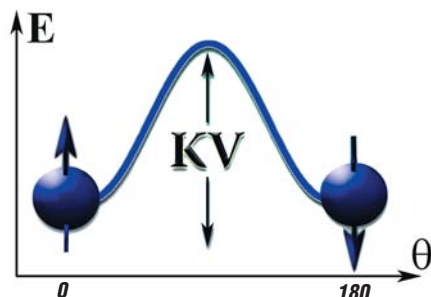
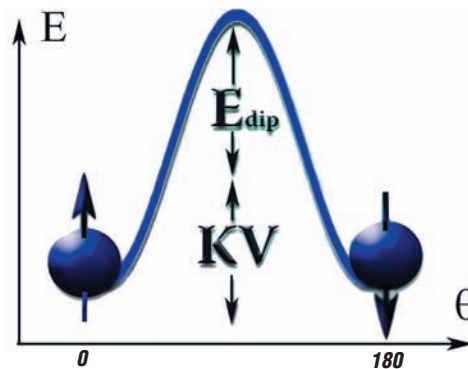

Рис. 4. Энергетический барьер  $KV$ , разделяющий два состояния намагниченности частицы: «вверх» и «вниз» (аналогично «влево» и «вправо» на рис. 3)
Рис. 6. Энергетический барьер, разделяющий два состояния частицы, взаимодействующей с другими частицами в составе ансамбля
В формулу, определяющую величину  $E$ , входит квадрат синуса угла  $\theta$  между направлением намагниченности от внешнего поля и ОЛН. Поэтому на графике зависимости  $E(\theta)$  мы увидим два минимума — при углах, равных  $0^\circ$  и  $180^\circ$ , — разделённых энергетическим барьером (рис. 4). Величина барьера рассчитывается как произведение константы анизотропии на объём наночастицы:  $KV$ .
Допустим, что нам понадобилось изменить направление намагниченности МНЧ из состояния «вверх» ( $\theta = 0^\circ$ ) в состояние «вниз» ( $\theta = 180^\circ$ ). Как видно из рис. 4, для этого придётся преодолеть энергетический барьер высотой  $KV$ . Если нагреть частицу до температуры выше, чем  $T_B$ , её тепловая энергия будет достаточно высока для совершения неконтролируемых «прыжков» через барьер. Намагниченность частицы будет хаотично меняться между двумя состояниями «вверх» и «вниз»; или, в терминах рис. 3, между логическими состояниями «0» и «1».
Магнитные диполь-дипольные взаимодействия повысят её внутреннюю энергию. Раньше она определялась только размером и анизотропией (рис. 4), а теперь – ещё и энергией магнитных взаимодействий (рис. 6). Из-за такого увеличения энергетического барьера увеличится и температура блокировки – по сравнению с температурой блокировки отдельной частицы, определённой в выражении (1):